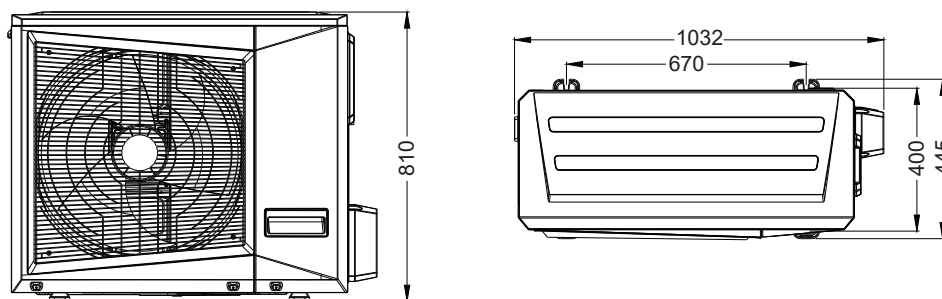

Fig. 3-2 Dimensiones de la unidad exterior
- 2) Fig.3-2 Se aplica a los modelos de 10kW,12.5kW